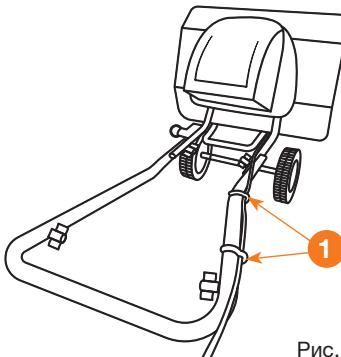

Рис. 18
3. Закрепите электрический провод с помощью держателя кабеля ① (Рис. 18).